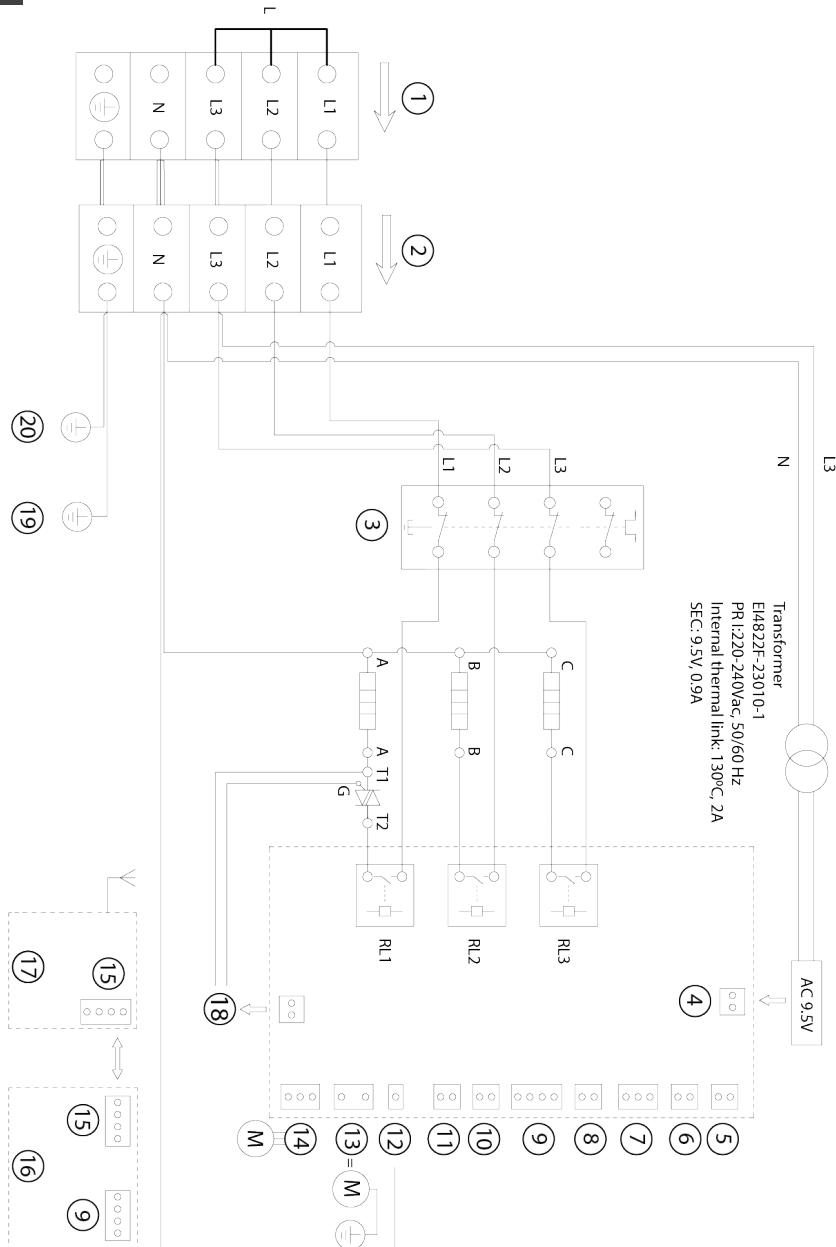

Рис. 12. Электрическая схема подключения контактов к плате управления PCB
- Подключите кабель электропривода трехходового клапана к основной электронной плате согласно пункту 14 на Рис.12
- Подключите контакты датчика бойлера NTC к соответствующей клемме на основной плате управления согласно Рис.12 (пункты 10 и 11 на схеме, выбор места подключения осуществляется в зависимости от типа коннектора – 11 используется при отсутствии коннектора, 10 для подключения через клемму).